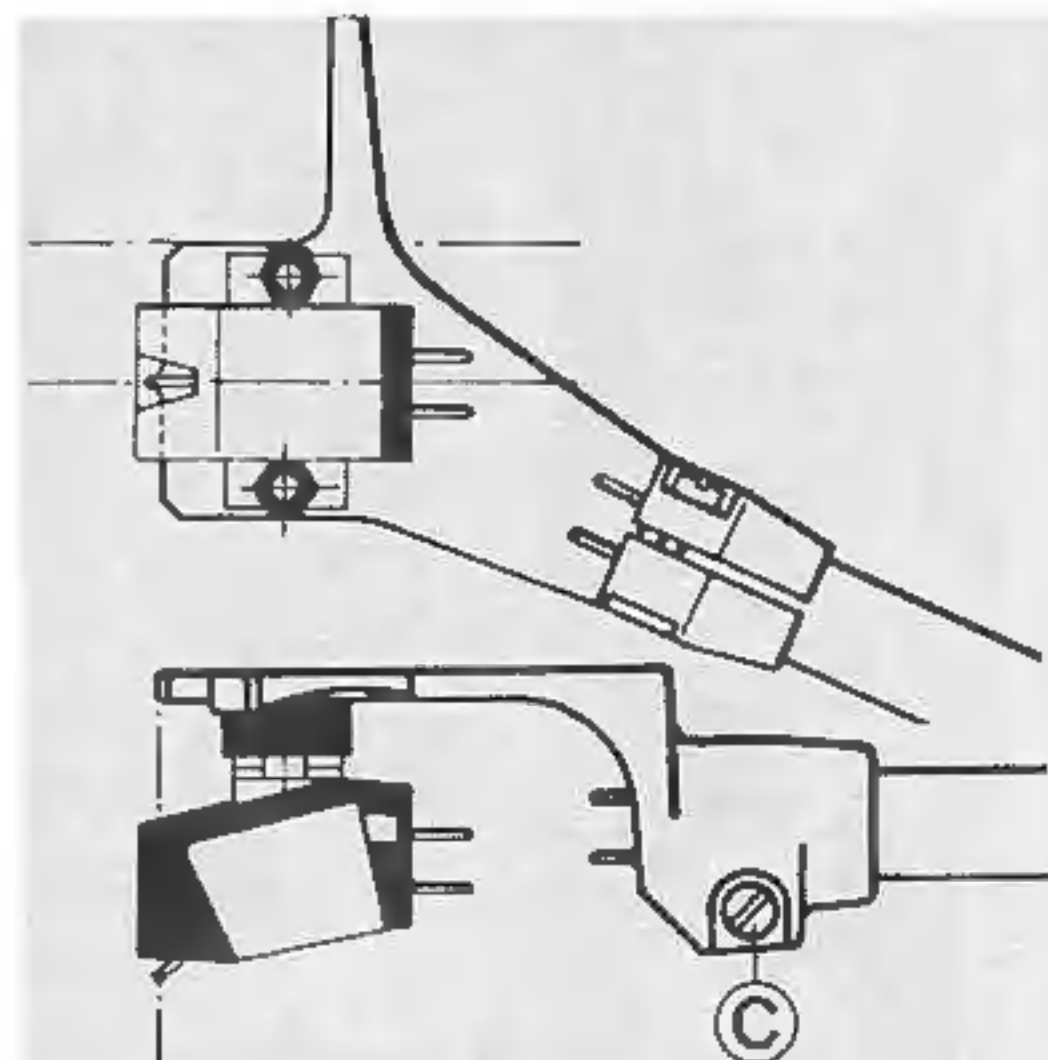

Fig. 12
Zur Montage des Tonabnehmersystems können Sie den Systemhalter drehen. Lösen Sie hierzu die Schraube (C) (Fig. 12) am Tonarm.
Achten Sie bei der Montage darauf, daß die Abtastnadel auf der Peillinie zu der Spitze am Systemhalter (Fig. 12) liegt.